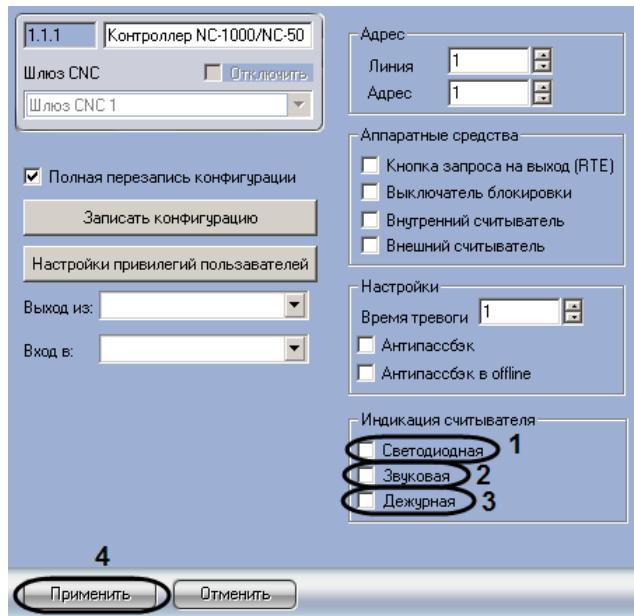

Рис. 3.4—5 Настройка индикации считывателей, подключенных к контроллеру
1. Перейти на панель настроек объекта **Контроллер NC-1000/NC-5000**, соответствующего требуемому контроллеру (Рис. 3.4—5).
2. Для включения светодиодной индикации считывателей установить флагок **Светодиодная** (см. Рис. 3.4—5, 1).
3. Для включения звуковой индикации считывателей установить флагок **Звуковая** (см. Рис. 3.4—5, 2).